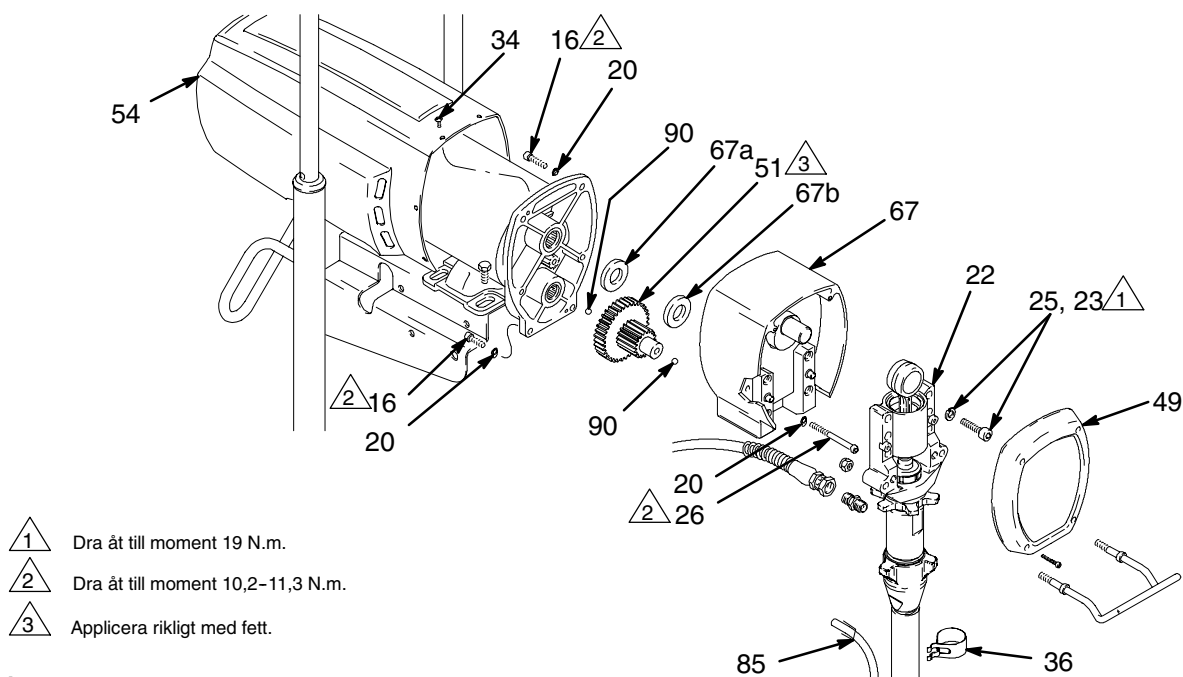

Fig. 9
3. Fig. 9. Ta bort frontkåpan (49) och motorskyddet (54). Snäpp loss dräneringsslangen (85) från pumpen.
4. Skruva bort de fyra lagerhusskruvarna (25) och låsbrickorna (23).
5. Knacka längst ner bak på lagerhuset (22) med en plastklubba för att lossa den från transmissionshuset (67). Dra av lagerhuset och vevstaken rakt från växelhuset.
6. Skruva bort de två transmissionshusskruvarna (26) och låsbrickorna (20).
7. Skruva bort de två nedre skruvarna (16) och låsbrickorna (20) och sedan de två övre skruvarna (16) och låsbrickorna (20) från framänden på motorn (73).
8. Knacka på transmissionshuset (67) med en plastklubba så att de lossnar från motorns framände (73); dra av transmissionshuset rakt.
9. Applicera omkring 133 g lagerfett på kuggdrevet (51). Fett levereras med reservdelssatsen för transmissionshuset. Se till att tryckkulorna (90) sitter på plats.
10. Sätt på den bronsfärgade brickan (67b) och den silverfärgade (67a) på axeln som sticker ut ur det stora lagret i växelhuset (67).